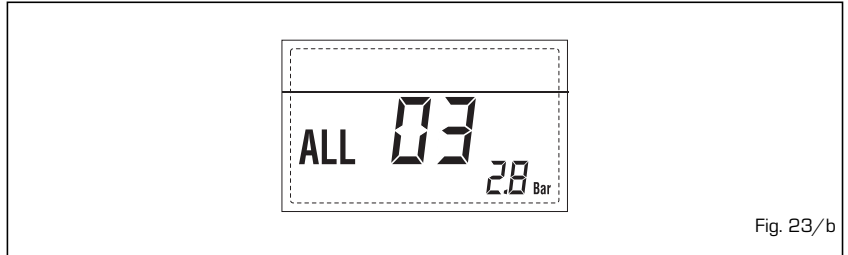

Fig. 23/b
- **ANOMALIA SONDA SANITARIO "ALL 04" (fig. 23/c)**